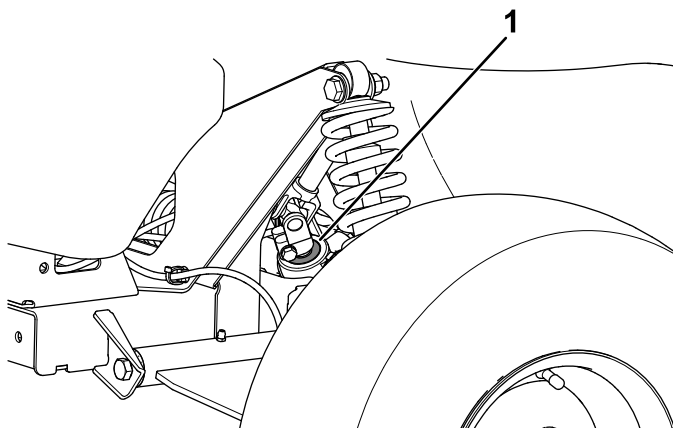

Figure 51
**Important:** Vérifiez l'état et la fixation du joint de l'arbre de pignon (Figure 51).